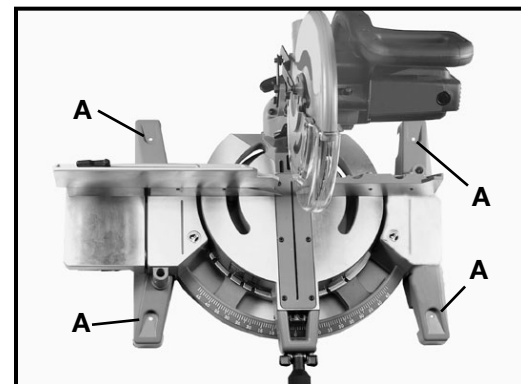

Fig. 9
Avant d'utiliser la scie à onglets composés, assurez-vous qu'elle est bien fixée à l'établi ou à une surface portante. Quatre trous (A) fig. 9 sont prévus pour la fixation de la scie à une surface portante.